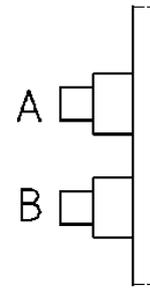

Fig. 4
- Mantenere premuto il tasto "A" del PCB per un secondo (Fig.4). Si accenderà la luce rossa fissa del led accanto al pulsante "A".
- Mantenere premuto il tasto "B" del PCB per un secondo (Fig.4). Si accenderà la luce rossa intermittente del led accanto al pulsante "A".